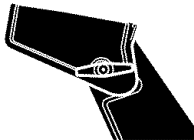

Figura 4
2. Afloje la perilla de mariposa en el deflector del tubo de descarga y mueva el deflector para establecer la distancia. Mueva el deflector hacia (**ARRIBA**) para mayor distancia, hacia (**ABAJO**) para una distancia menor. Luego apriete la perilla de mariposa (vea la Figura 4).